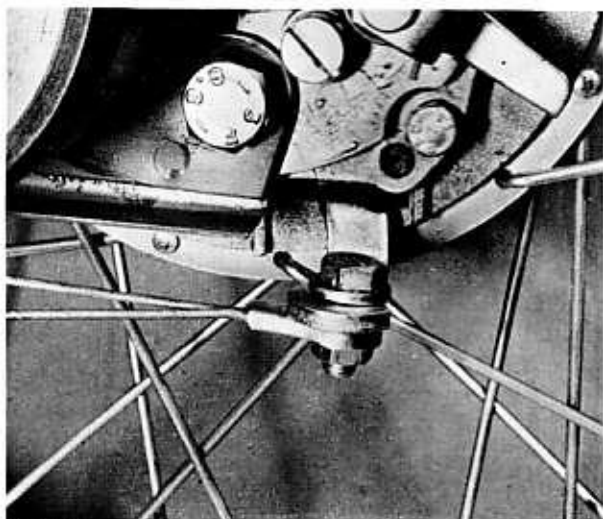

Bild 142
- An den Eingangsmotoren die drei Motorbefestigungsschrauben lockern und den Motor ganz nach hinten schieben, damit der Keilriemen von der hinteren Riemenscheibe abgenommen werden kann. An den Variomat-Modellen die beiden vorderen Motorbefestigungsschrauben lockern und die kurze hintere Schraube ganz entfernen, damit der Motor nach hinten verschoben und der Keilriemen von der vorderen Riemenscheibe abgenommen werden kann. Das Bremsseil vom Bremsnockenhebel abklemmen (Bild 142).